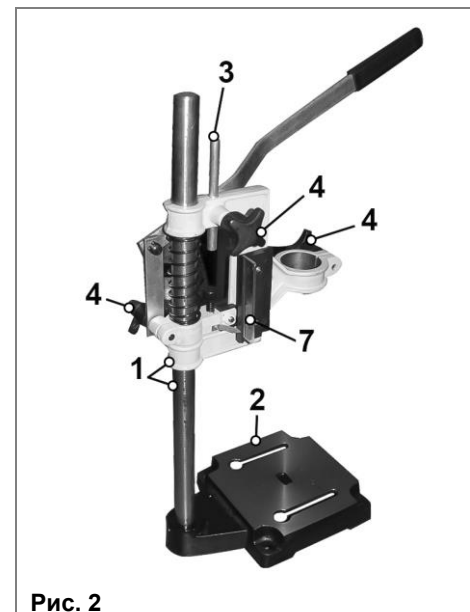

Рис. 2
4. СБОРКА СТОЙКИ ДЛЯ ДРЕЛИ (Рис. 2, 3)